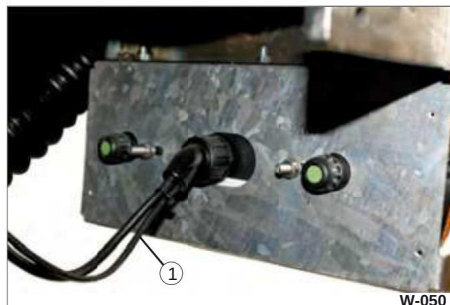

Fig. 58 Baglygtebeslag
• Kontroller forbindelserne/kabelforbindelserne (fig. 58/1).